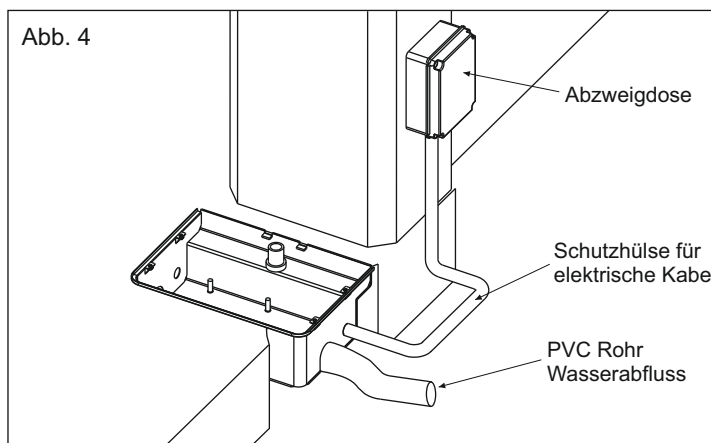

Abb. 4
- ein PVC Wasserabflussrohr mit mindestens 40mm Durchmesser, in die dafür vorgesehene Öffnung im Gehäuse (vor dessen Einbetonierung) einführen (Abb. 4) und **an die Kanalisation anschliessen;**
- Eine Schutzhülse für die elektrischen Kabel mit 20 mm Minstdurchmesser vorsehen und in die Nähe der Abzweigdose bringen (Abb. 4).